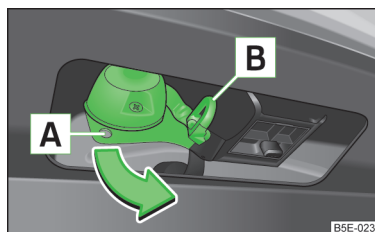

Abb. 161
- Die 13-polige Steckdose im Bereich **A** fassen und in Pfeilrichtung ausschwenken » Abb. 161.
- Das Abreißseil des Anhängers aus der Sicherungsöse **B** » Abb. 161 aushängen.
- Die 13-polige Steckdose im Bereich **A** fassen und entgegen der Pfeilrichtung einschwenken » Abb. 161.